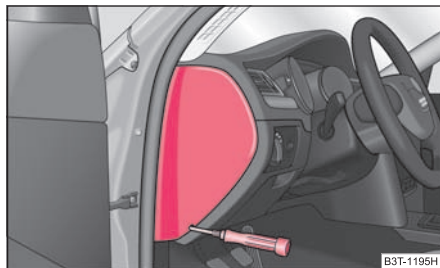
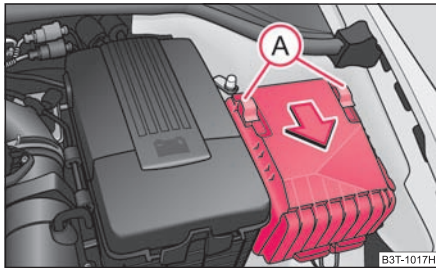

Abb. 228 Sicherungsdeckel:
Abb. 229 Sicherungsdeckel im Motorraum
- Nehmen Sie den Sicherungsdeckel an der Seite der Schalttafel mit Hilfe eines Schraubendrehers ⇒ **Abb. 228** bzw. den Sicherungsdeckel im Motorraum ⇒ **Seite 263, Abb. 229** ab.
- Verschieben Sie die Sicherungsbügel (A) ⇒ Abb. 229 bis zum Anschlag, hinter dem Sicherungsbügel erscheint das Symbol ⚡, und nehmen Sie den Deckel ab.